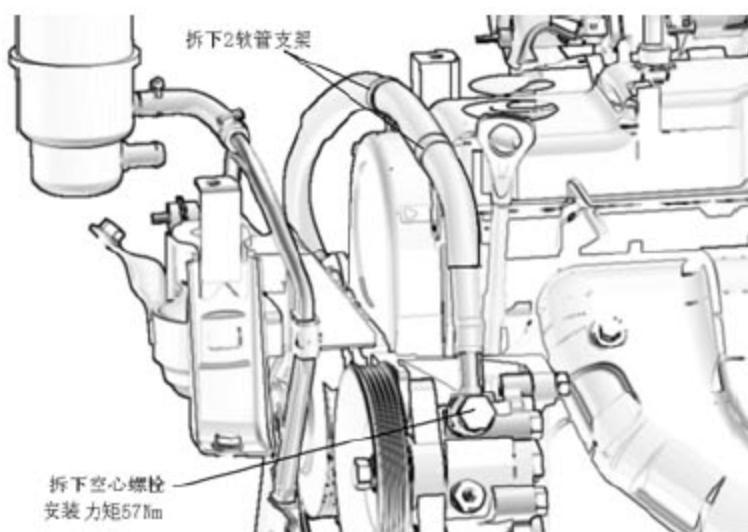

图2—20
- B). 拆下与转向油泵连接的高压出油管，拧下空心螺栓，拆下连接于发动机上的2个软管支架，如图 2—20 所示。